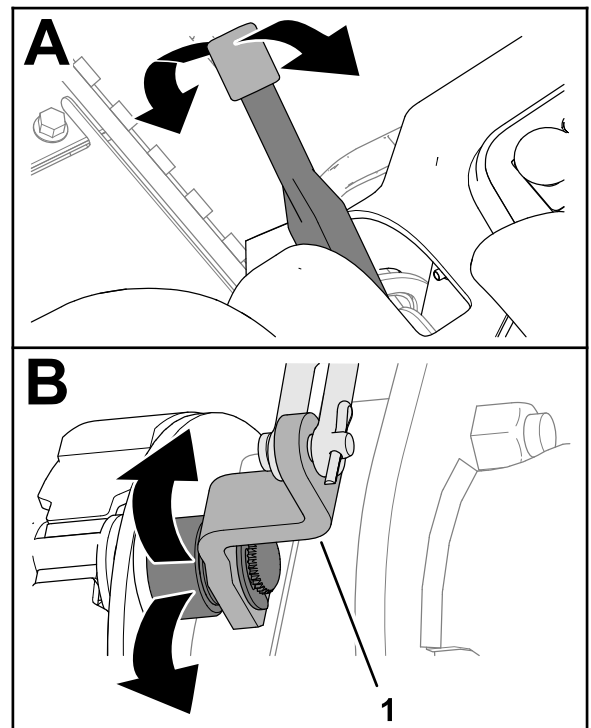

図 81
2. 駐車ブレーキのレバーを何度か操作して、ブレーキカムのレバーが自由に動くことを確認する 図 81。